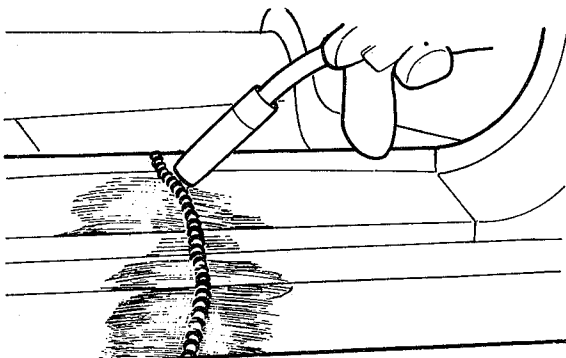

fig. 117
9. Soldar, pelo sistema MIG, as junções verticais da nova peça com as regiões remanescentes do painel da soleira (fig. 117)